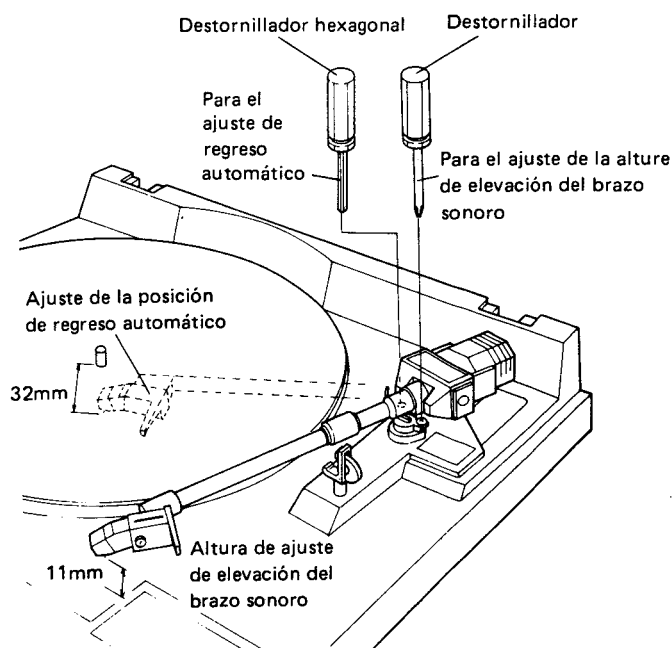

Fig. 12-3 Ajustes de la altura de elevación del brazo sonoro y de retorno automático;
5. Dejar de girar el tornillo de ajuste en el punto en el que haya un espacio de 32mm entre la aguja de la cápsula y el eje central. (Fig. 12-3)